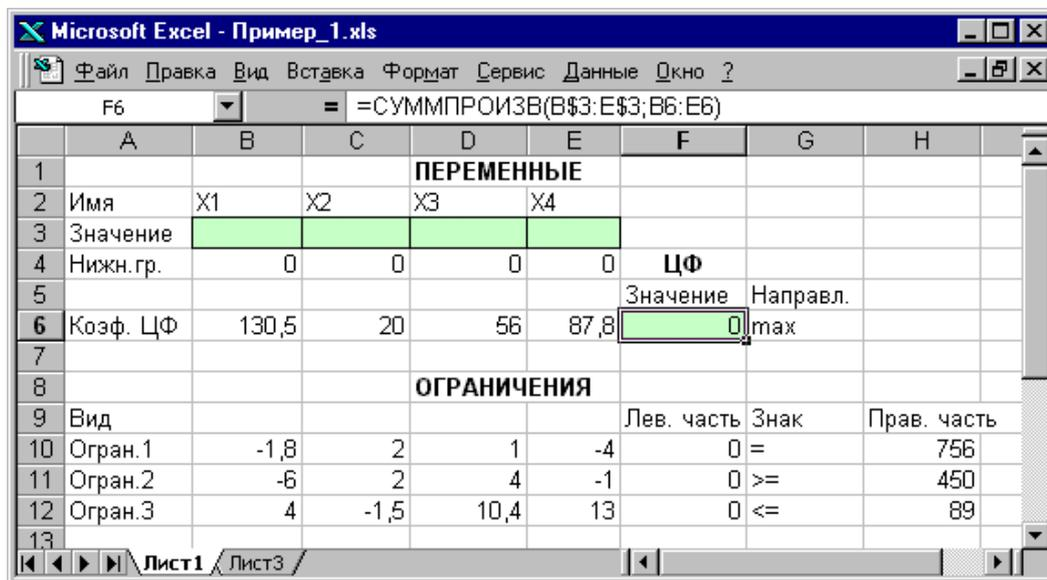

Рис. 1.2. Экранная форма задачи (1.1) после ввода всех необходимых формул (курсор в ячейке F6)
символ **:** означает, что в формуле будут использованы **все** ячейки, расположенные между ячейками, указанными слева и справа от двоеточия (например, запись **B6:E6** указывает на ячейки **B6**, **C6**, **D6** и **E6**). После этого в целевой ячейке появится 0 (нулевое значение) (рис. 1.2).
- на экране в полях **F10, F11** и **F12** появится 0 (нулевое значение) (см. рис. 1.2).